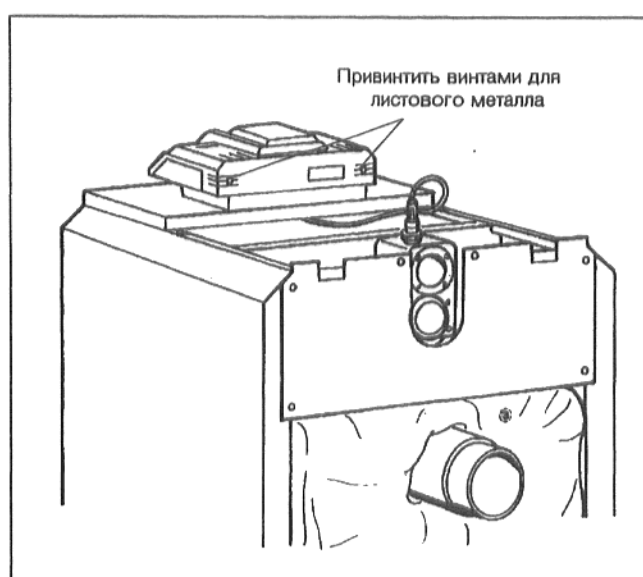

Рис. 42
- Привинтить крышку клеммной колодки к цоколю устройства регулирования двумя винтами для листового металла (Рис. 42).